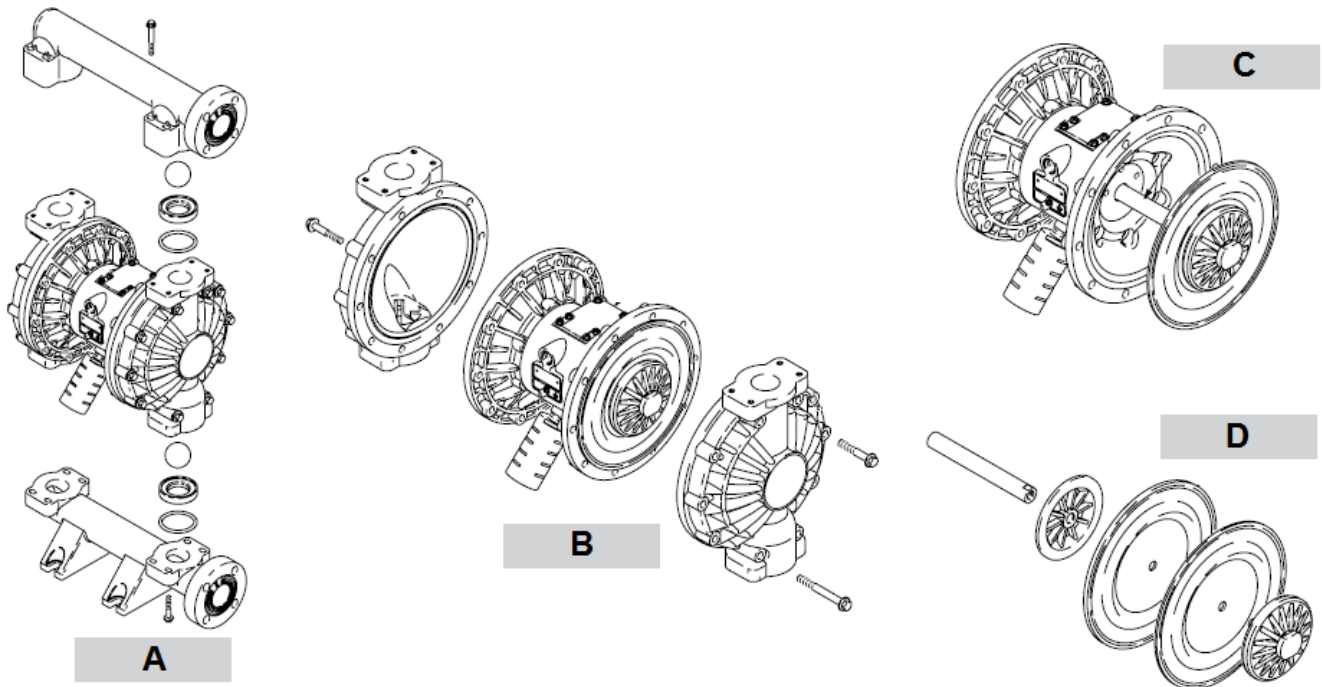

Рисунок 8 (A, B, C, D). Порядок замены мембран насоса
4. Отсоедините верхний и нижний манифольды (коллекторы). (Рисунок 8 А)
5. Разберите рабочие камеры (рис. 8 В).
6. Извлеките мембраны (рис. 8 С и D).